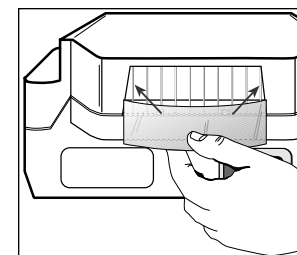

Figure 11
4. Insérer un filtre propre dans le boîtier **Figure 11**.